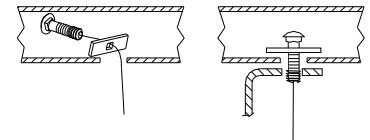

Figura 2.
1. Introduzca el perno de carruaje y el espaciador grande a través de las ranuras en la base de los largueros del bastidor usando los alambres de halar como se muestra en la Figura 2.